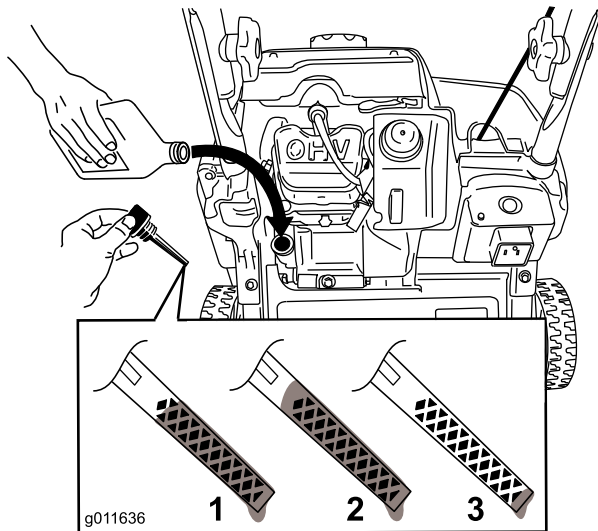

Bild 7
Hinweis: Füllen Sie das Getriebe mit Öl, bis der Peilstab angibt, dass der Ölstand richtig ist, wie in Bild 7 dargestellt. Wenn Sie zu viel Öl in den Motor füllen, lassen Sie etwas Öl ab, siehe Wechseln des Motoröls“.
- Reinigen Sie den Bereich um den Öleinfülldeckel (Bild 7).
Hinweis: Siehe Bild 7, wie Sie den richtigen Ölstand am Peilstab ablesen.